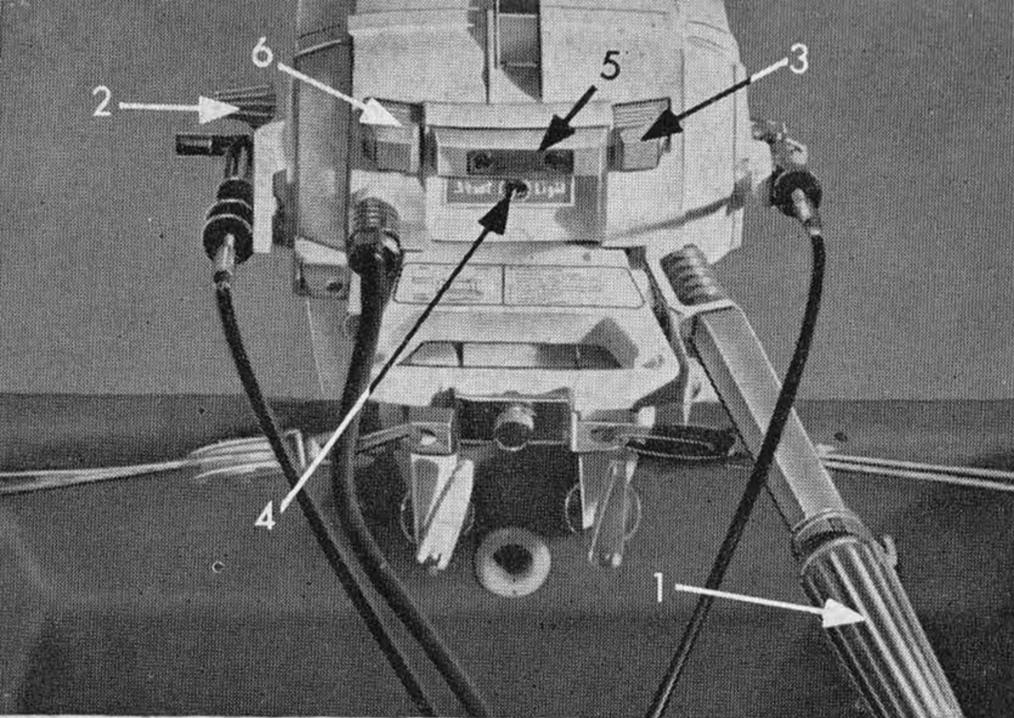

Bild 5
**Start frei zur ersten Fahrt** (s. Bild 5)
#### Elektrische Anlage (s. Bild 5)